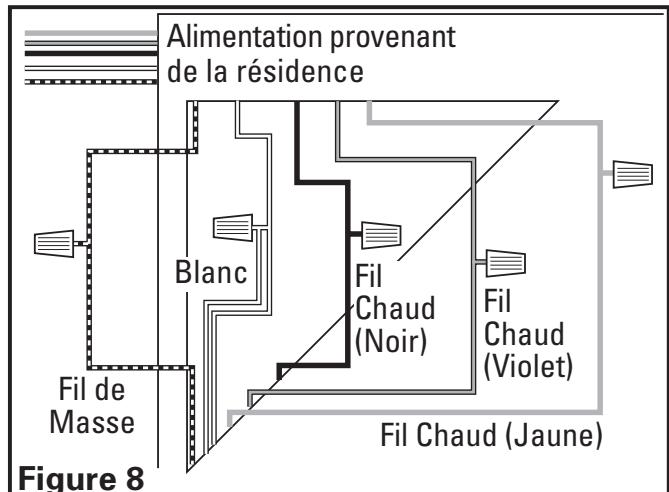

Figure 8
3. Par là où vous avez choisi d'accéder à la boîte de jonction du ventilateur, raccorder un fil Blanc de la maison aux deux fils Blancs du ventilateur. Raccorder un fil vivant (Noir) du commutateur mural au fil Noir du ventilateur (celui-ci est pour le contrôle du ventilateur). Raccorder le second fil vivant (violet) du commutateur mural au fil Violet du ventilateur (celui-ci est pour le contrôle de la lumière principale). Raccorder un troisième fil vivant (Jaune) du commutateur mural au fil Jaune du ventilateur (celui-ci pour le contrôle de la lumière de nuit). Raccorder le fil de mise à la terre de la maison au fil Vert du ventilateur (**Figure 8**). Utiliser des méthodes de raccordement approuvées pour toutes les connexions.